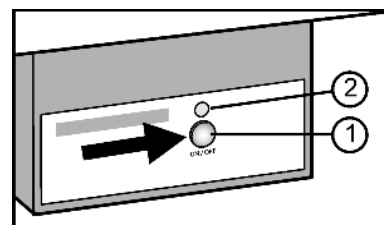

Fig. 16
- ▶ Druk op de toets On/Off Fig. 16 (1), zodat de LEDs Fig. 16 (2) branden.